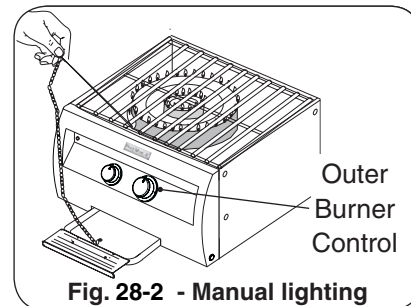

Fig. 28-2 - Manual lighting
AVERTISSEMENT: Ne mettez pas la main directement au-dessus du brûleur en s'allumant mais au loin au côté comme montré (Fig. 28-2).
- 2a. Insérez un allumeur brûlant de butane de long-baril, une allumette brûlante de long-tige, ou une allumette brûlante tenue par un support de prolongation de fil par les grilles à cuire au brûleur désiré à allumer (Fig. 28-2). Avec la flamme toujours à côté du brûleur, diminuez le bouton de commande de correspondance (bouton externe de droite de brûleur, brûleur intérieur laissés le bouton), et tout en pressant le tour il dans le sens contraire des aiguilles d'une montre dans la position LÉGÈRE de HI. Enlevez l'allumeur ou assortissez quand le brûleur s'allume, et libérez le bouton de commande.
3. Si le brûleur ne se allume pas dans les cinq (5) secondes de tourner le bouton de commande, tournez immédiatement le bouton de commande de brûleur à la position de repos. **ATTENDEZ CINQ MINUTES** avant de répéter les étapes 2 et 3 des INSTRUCTIONS MANUELLES D'ÉCLAIRAGE.